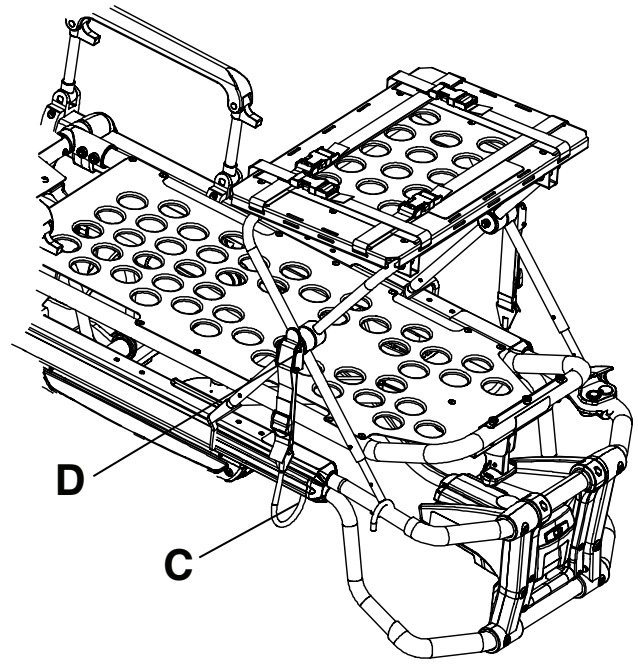

Figur 25 – Åpne defibrillatorplattformens ben
2. Åpne og ekspander defibrillatorplattformens ben (Figur 25).